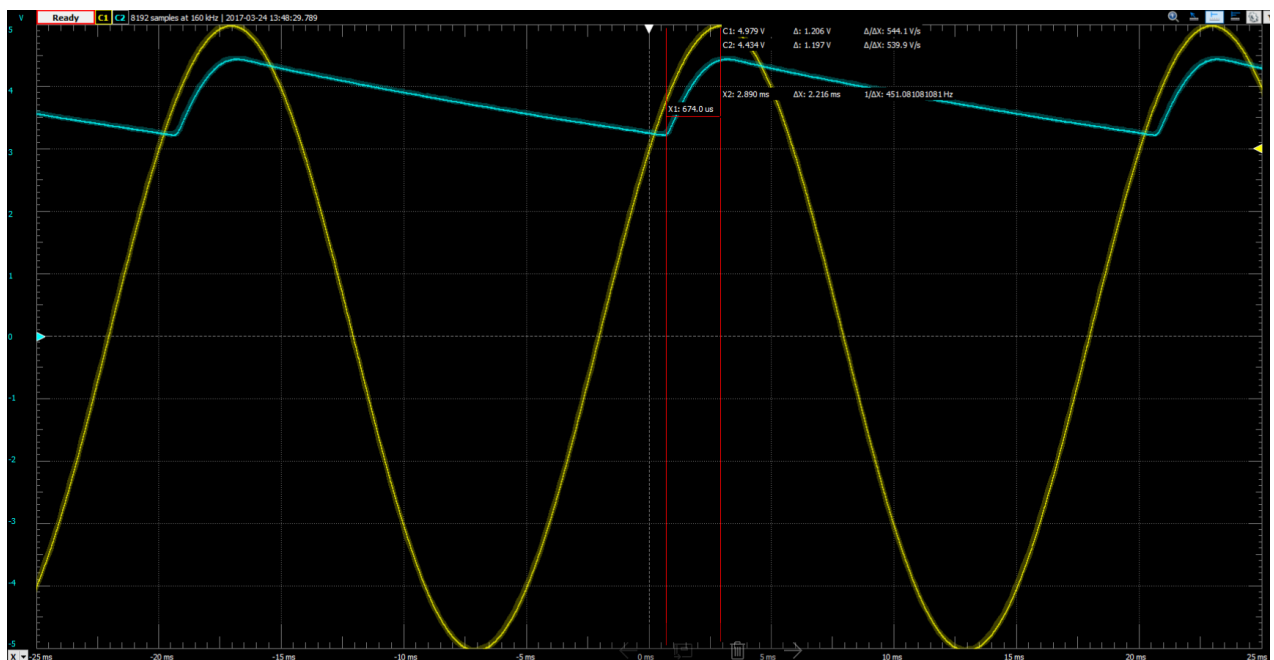
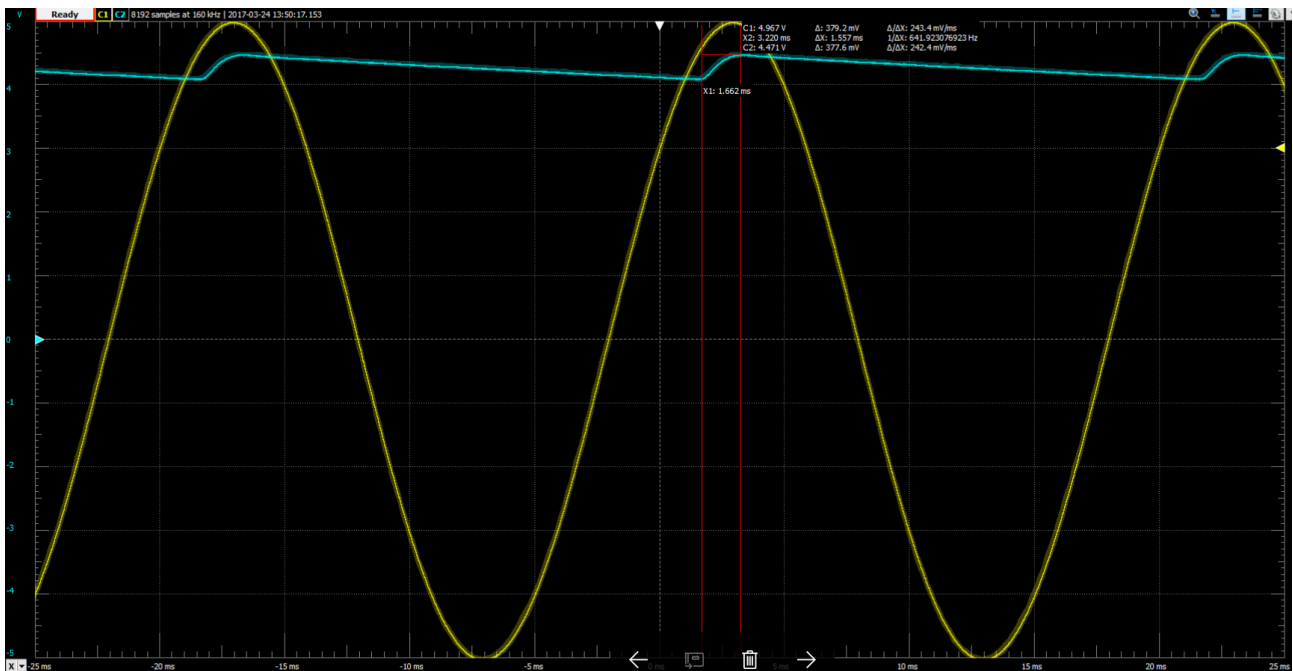

Рис.1.4 Сигнали отримані при вимірюванні схеми при $R1=5\text{k}\Omega$ (жовтий графік – вхідний сигнал, синій – сигнал на резисторі)
Рис.1.5 Сигнали отримані при вимірюванні схеми при $R1=20\text{кОм}$ (жовтий графік – вхідний сигнал, синій – сигнал на резисторі)
4. Результат вимірювань зображено на рис.1.4 та рис.1.5.